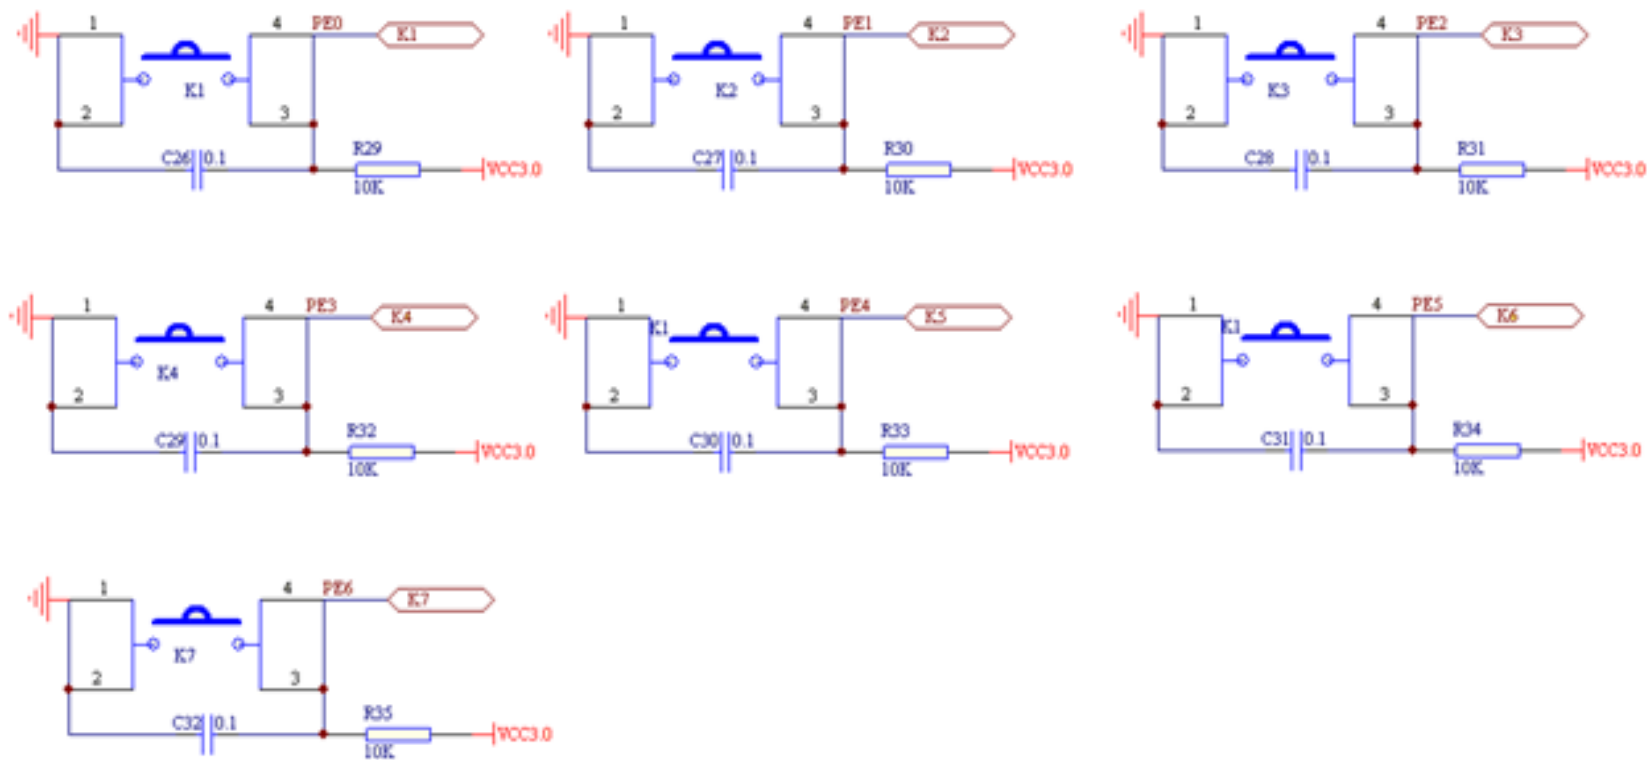

图 1-2-6按键电路图
- OpenM3V开发板有独立的7个按键，分别为K1—K7，如图1-2-6所示所示。由于STM32F系列芯片的每一个引脚都可以定义为中断脚，也可以定义这些按键作为外部中断输入口，或用作唤醒在睡眠或停机状态的CPU。